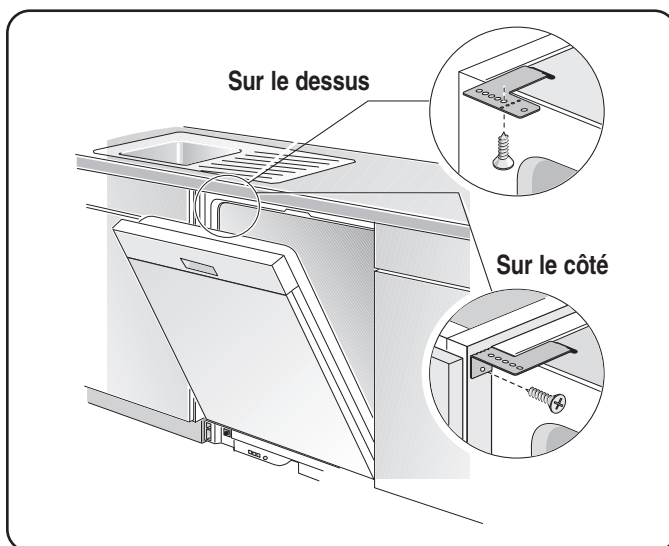

Figure 10
- 1 **Sur le dessus** est utilisé pour les comptoirs fabriqués en bois ou autres matériaux pouvant être facilement percés. Orienter la fixation comme à la **figure 10** et positionner les 2 petites languettes sur la fixation sur les deux fentes des coins avant du lave-vaisselle. Pousser fermement sur les fixation pour insérer les languettes dans les fentes.
- 2 **Sur le côté** est utilisé pour les comptoirs en marbre, granite ou autre matériaux très durs ne pouvant être percés. Plier la fixation le long des petits points et dans la même direction que les deux petites languettes. Orienter les fixations comme à la **figure 10** et 2 petites languettes sur la fixation sur les deux fentes des coins avant du lave-vaisselle. Pousser fermement sur les fixation pour insérer les languettes dans les fentes.